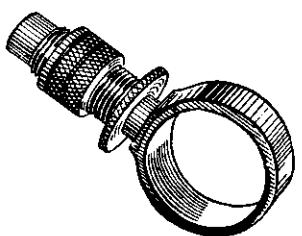

Рис. 20. Стойка.
- 4) Ввинтить в правую ручку затыльника стойку (рис. 20) приблизительно на 10 оборотов, поставив кольцо ее перпендикулярно к оси ствола.